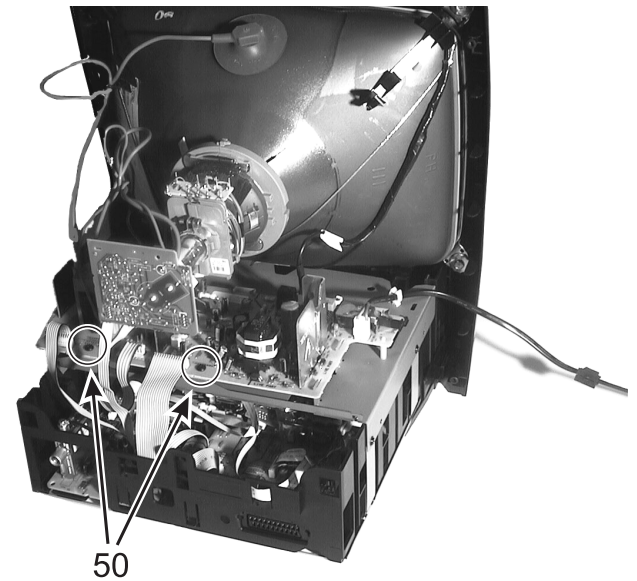

Figura 4-10
2. La placa de gran señal se puede quitar de blindaje tras soltar los dos tornillos 50 (ver figura 4-10)